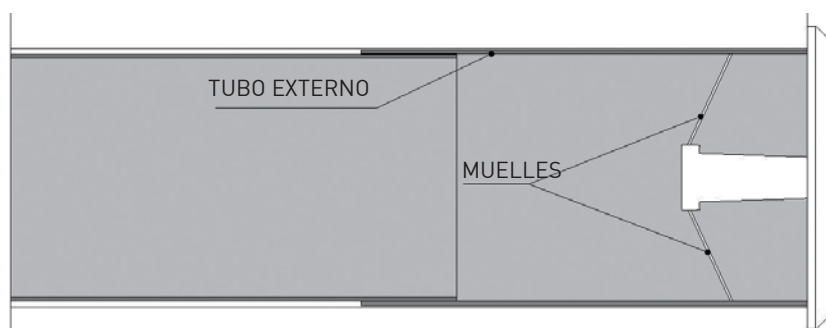

Imagen 6
2. Coloque la rejilla "de dentro hacia afuera" comprimiendo los muelles en el tubo exterior (Imagen 6)